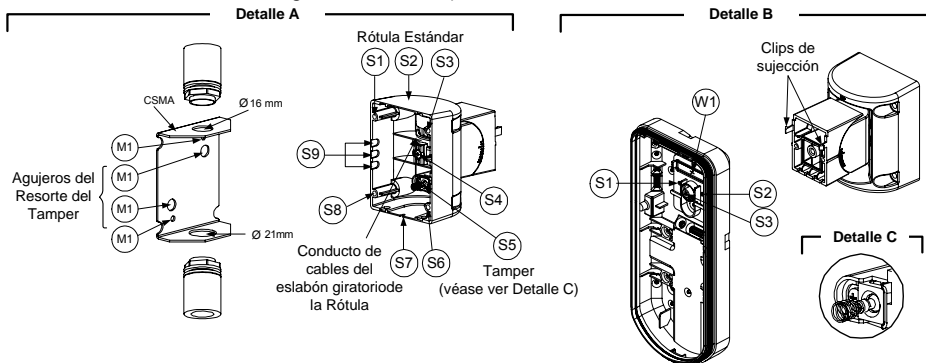

Figura 6
3. Abra los agujeros pre-marcados en la base externa (Figura 6, Detalle)
4. En el accesorio de la rótula giratoria elimine el agujero pre-marcado que necesite para pasar el cableado por la rótula: S2, S7 o S9 (Figura 6, Detalle A).
5. Extraiga el tamper posterior de la base interna (ver el párrafo "Cambiando la Posición del Tamper Posterior ") y conéctelo a S5 (Figura 6, Detalle A) en la Rótula Giratoria Estándar.
- a. Inserte el cableado del cable externo a través de los agujeros pre-marcados S2, S7 o S9 y sáquelos (incluyendo los cables del tamper) a través del Conducto de los Cables de la Rótula Giratoria (Figura 6, Detalle B).
Montaje del Conducto de la Rótula Giratoria (usando el Adaptador de Conducto de Metal de la Rótula Giratoria – CSMA, Figura 6, Detalle A)
- d. Inserte los cables externos y los cables del tamper desde el conducto a través del conducto de cables de la rótula giratoria (Figura 6, Detalle A).
El resorte del tamper S5 (Figura 6, Detalle A) debe hacer contacto con la pared a través de los agujeros de los resortes del tamper M2 o M3 en el CSMA. Asegúrese de oír el "Clic" del tamper al conectar a la pared.
7. Inserte los cables del tamper y el cableado del cable externo de la Rótula Giratoria Estándar a través del agujero pre-marcado W1 en la base externa (Figura 6, Detalle B).